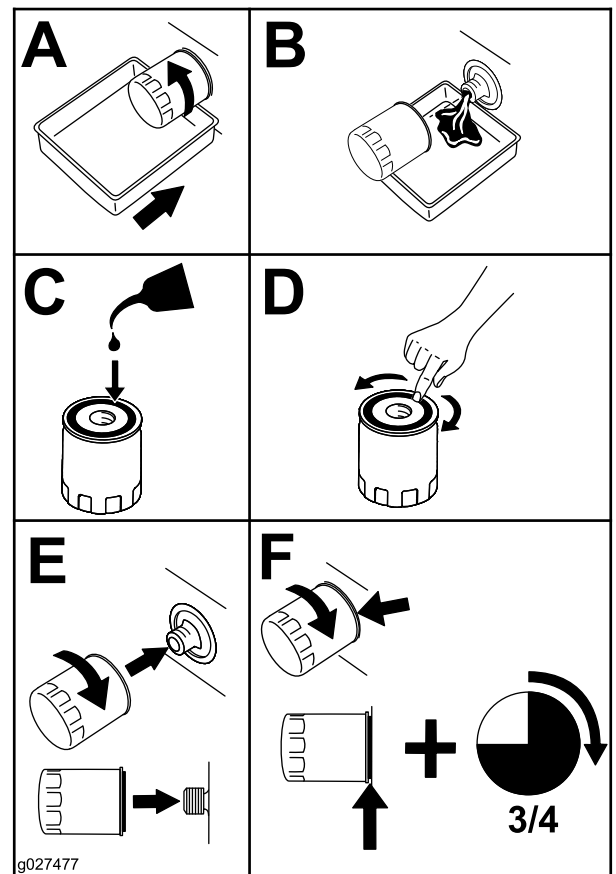

Figura 69
6. Sostituite il filtro dell'olio motore come illustrato nella Figura 69.